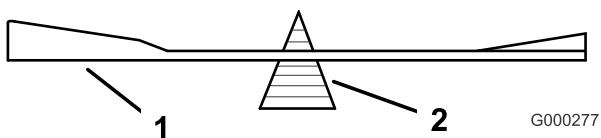
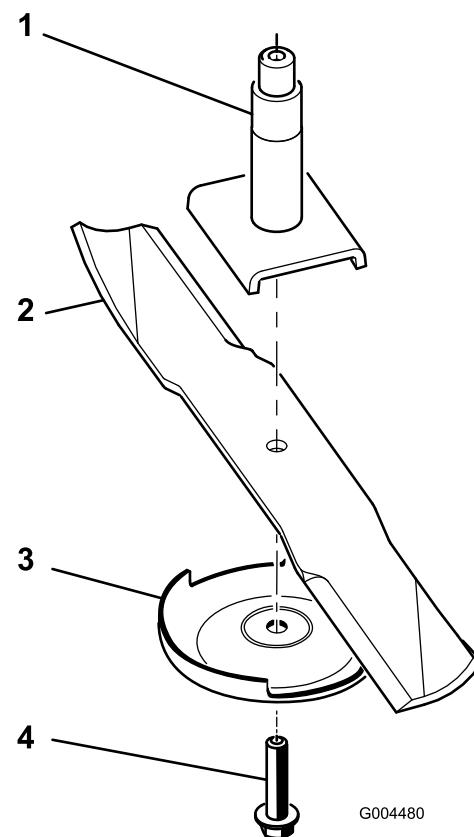

Figura 75
Figura 76
2. Retire a cavilha da lâmina, a placa anti-dano e a lâmina do eixo (Figura 76).
2. Verifique o equilíbrio da lâmina colocando-a num equilibrador de lâminas (Figura 75). Se a lâmina ficar na horizontal é porque está equilibrada e pode ser utilizada. Se a lâmina não estiver equilibrada, lime algum metal da extremidade da aba apenas (Figura 76). Repita este procedimento até a lâmina estar equilibrada.
1. Instale a lâmina no veio (Figura 76).
2. Instale a placa anti-danos e o parafuso da placa(Figura 76).